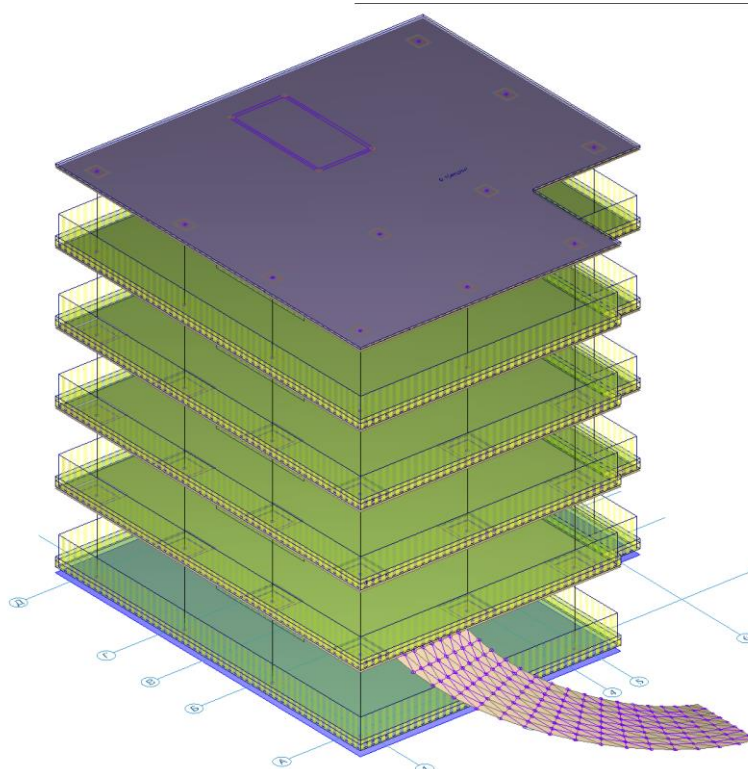

Рис.23.27. Расчетная модель с выполненными пересечениями
- Расчетная модель с выполненными пересечениями будет выглядеть следующим образом (рис.23.27)